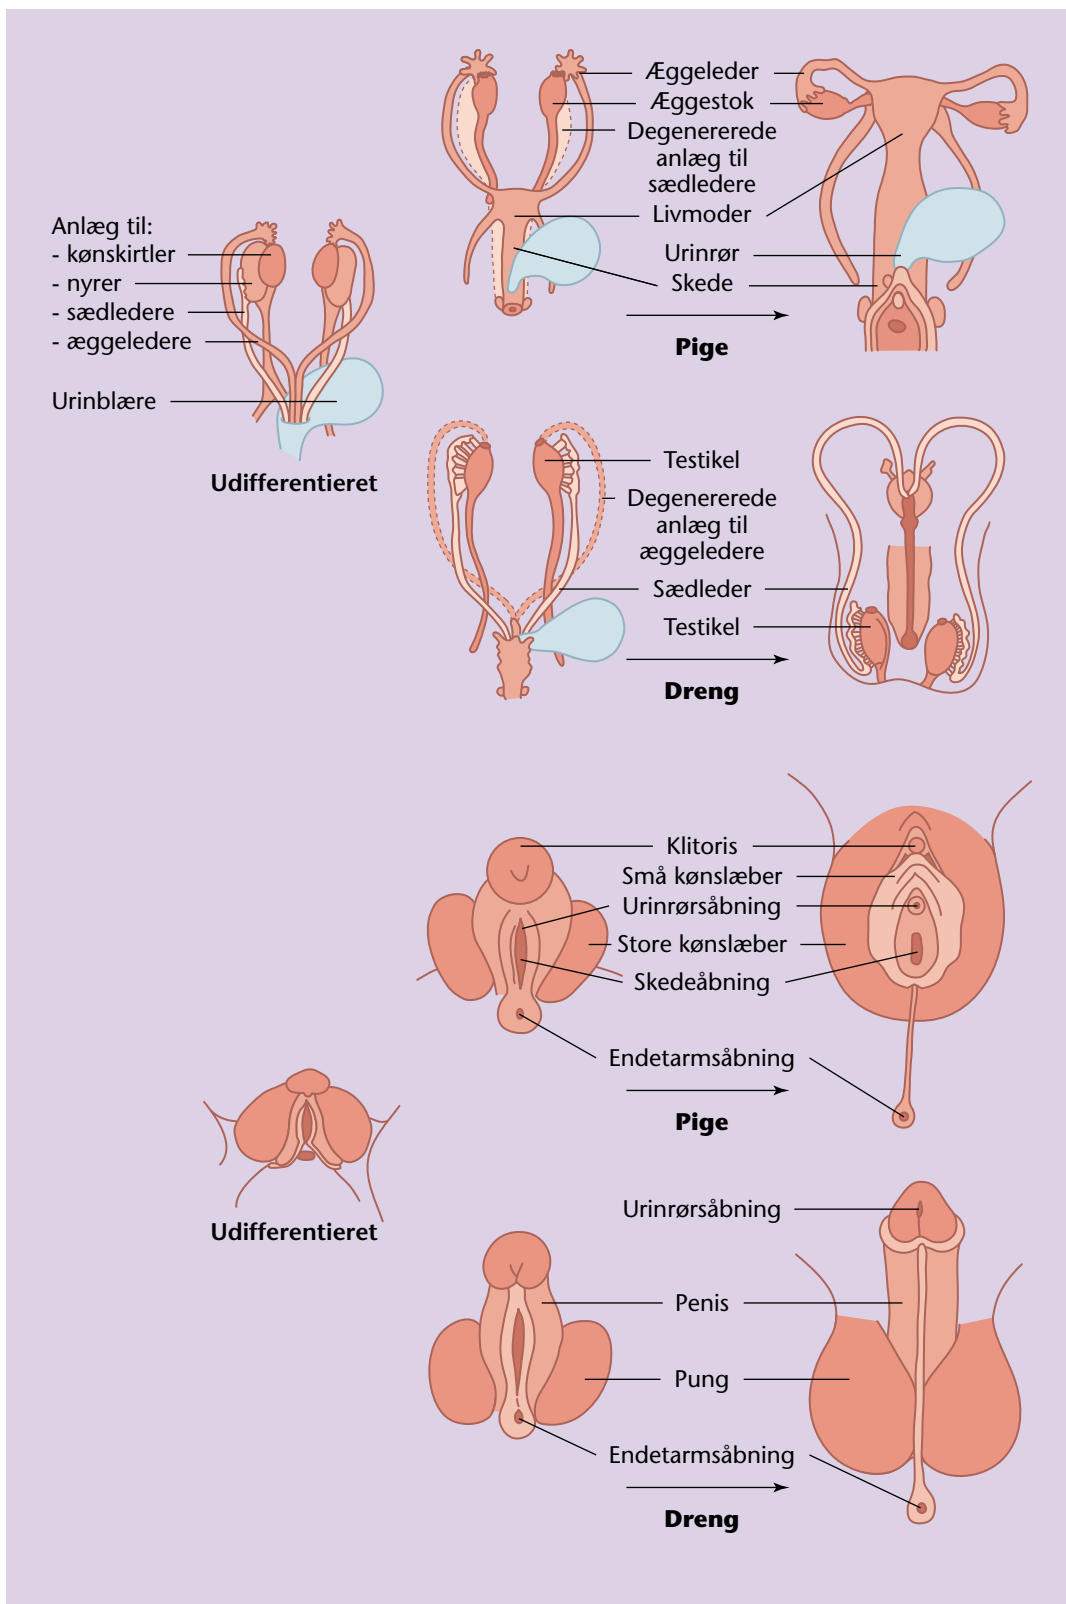

Figur 7. Sammenhæng mellem mænds sædcelleantal og fertilitet.
- Figur 7. Sammenhæng mellem mænds sædcelleantal og fertilitet. 8